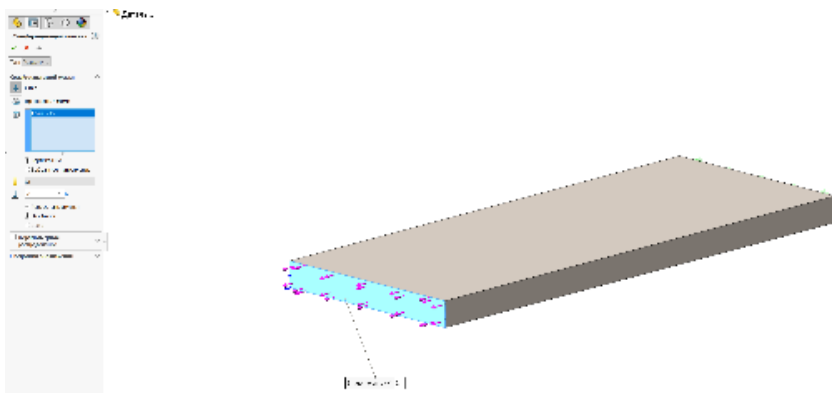

Рис. 3.5. Действие продольной силы
5. На балку действует продольная сила (рис. 3.5).